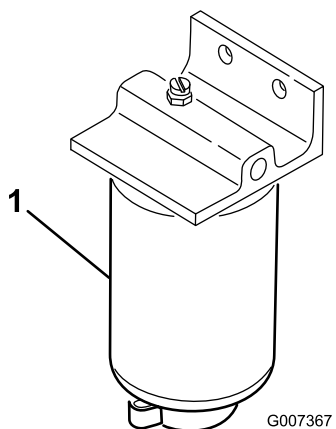

Figura 63
1. Coloque un recipiente limpio debajo del cartucho del filtro de combustible (Figura 63).